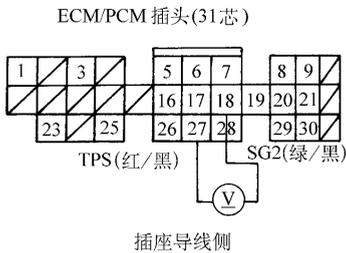

图 3-28 测量 ECM/PCM 插头端子 C18 和 C27 之间的电压
2	检查传感器的输出电压 步骤： (1) 关闭点火开关 (2) 点火开关 ON (II) (3) 测量节气门在不同状态下，ECM/PCM 插头端子 C18 和 C27 之间的电压（图 3-28），正常情况应是节气门完全关闭时电压约为 0.5V，节气门完全打开时电压为约 4.5V，且在节气门打开时应平稳过渡 是否正常